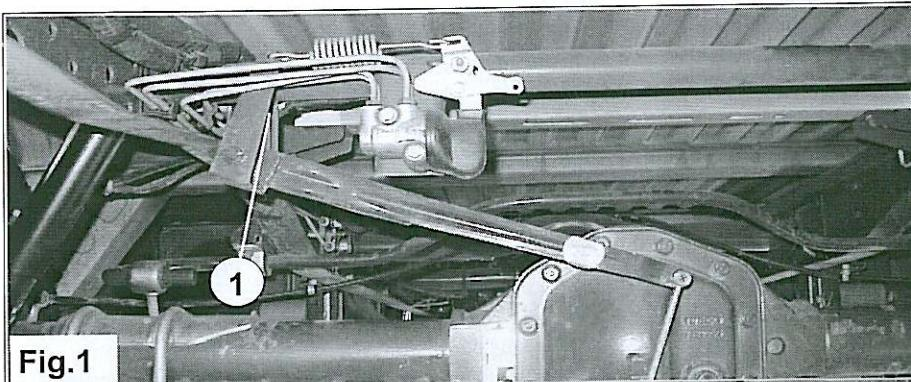

Fig.1
- Démontez les tampons d'origine 2 avec les boulons 1. Ces tampons ne seront plus utilisés. Voir fig. 1.
- Demontera genomslagsgummin 2 med bultarna 1. Dessa skall ej återanvändas. Se fig.1.
- Desmonte los topes originales 2 y los pernos 1. Los topes ya no se motarán. Véase fig. 1.